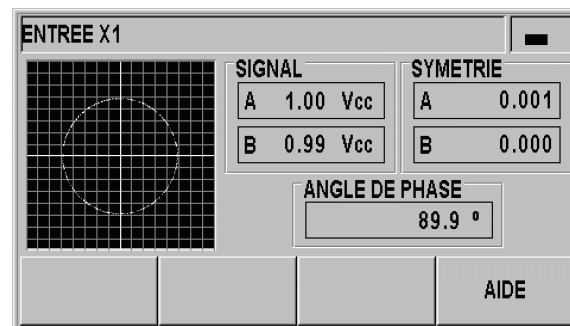

Fig. II.38 Test du système de mesure: Interface 1 Vcc
- Dès que vous déplacez le système de mesure, le ND affiche graphiquement les signaux des canaux A et B sur une figure de Lissajous (voir Fig. II.38) ainsi que les valeurs d'amplitude, de symétrie et de l'angle de phase.